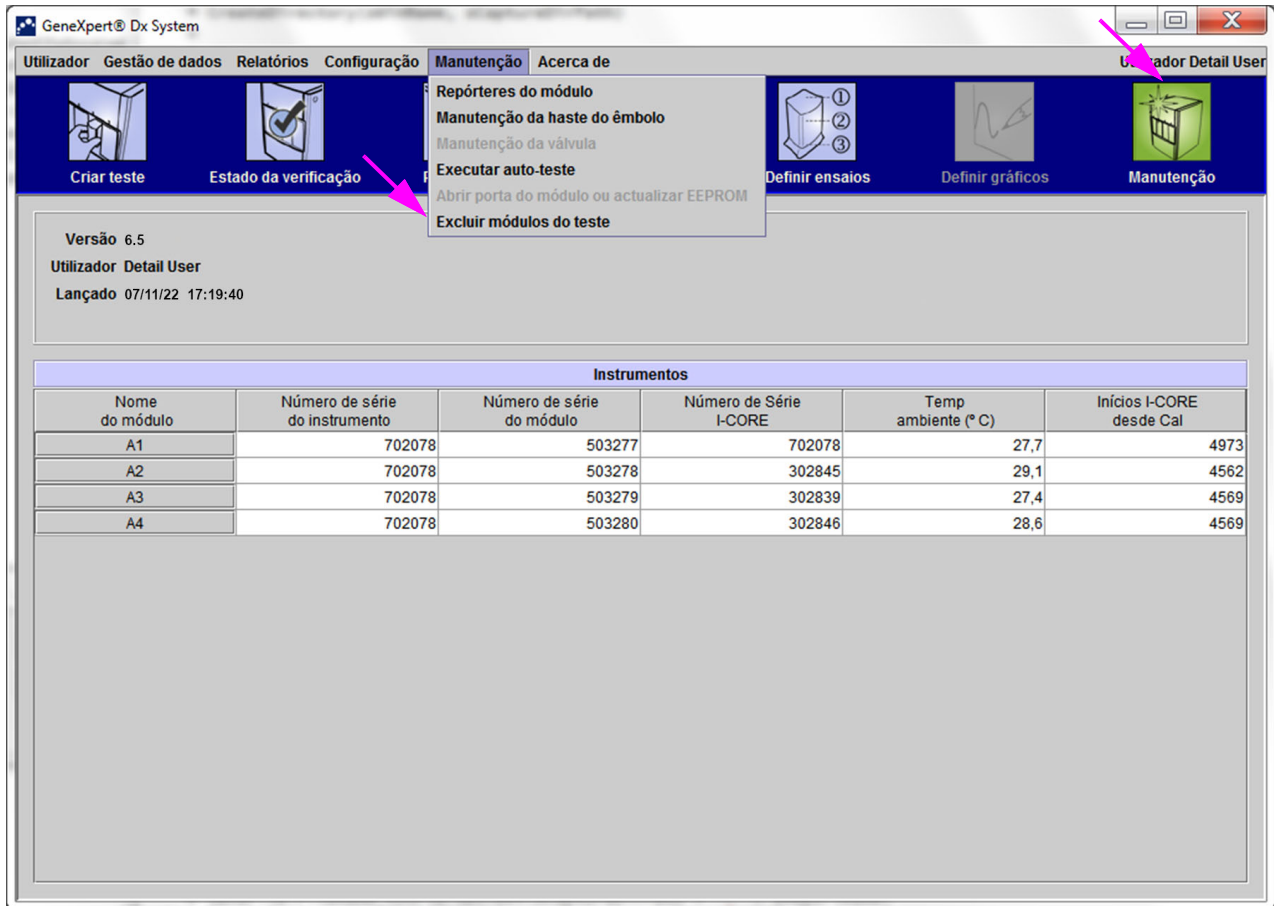

Figura 9-36. Janela GeneXpert Dx System
2. Na janela GeneXpert Dx System, clique no ícone **Manutenção**. Aparece o **Manutenção** ecrã seguinte. Consulte a figura 9-36.
1. Na janela GeneXpert Dx System, clique no ícone **Manutenção**. Aparece o Manutenção ecrã seguinte. Consulte a figura 9-36.